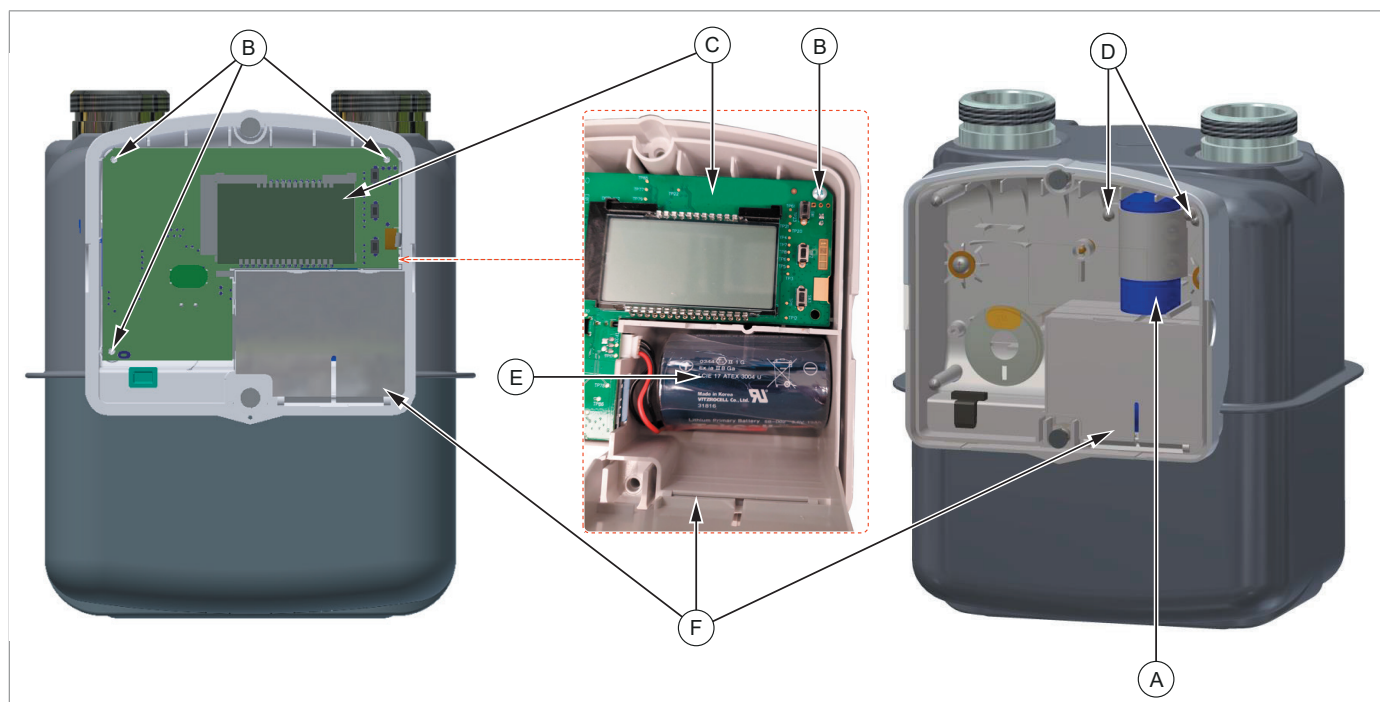

Fig. 10.13. Extracción de baterías
Para retirar la batería metrológica (A), proceda como se describe en Tab. 10.66 (consultando la Fig. 10.13):
Para sustituir la batería de comunicación (E), proceda como se describe en Tab. 10.67 (consultando la Fig. 10.13):